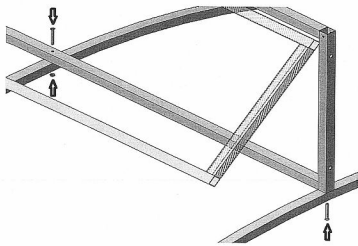

Рис. 3
-винтами М4х35 прикручиваем боковые стойки рамы к дугам теплицы (см. рис. 3)
-винтами М4х55 и гайками М4 крепим форточку к средним дугам (см. рис. 3)